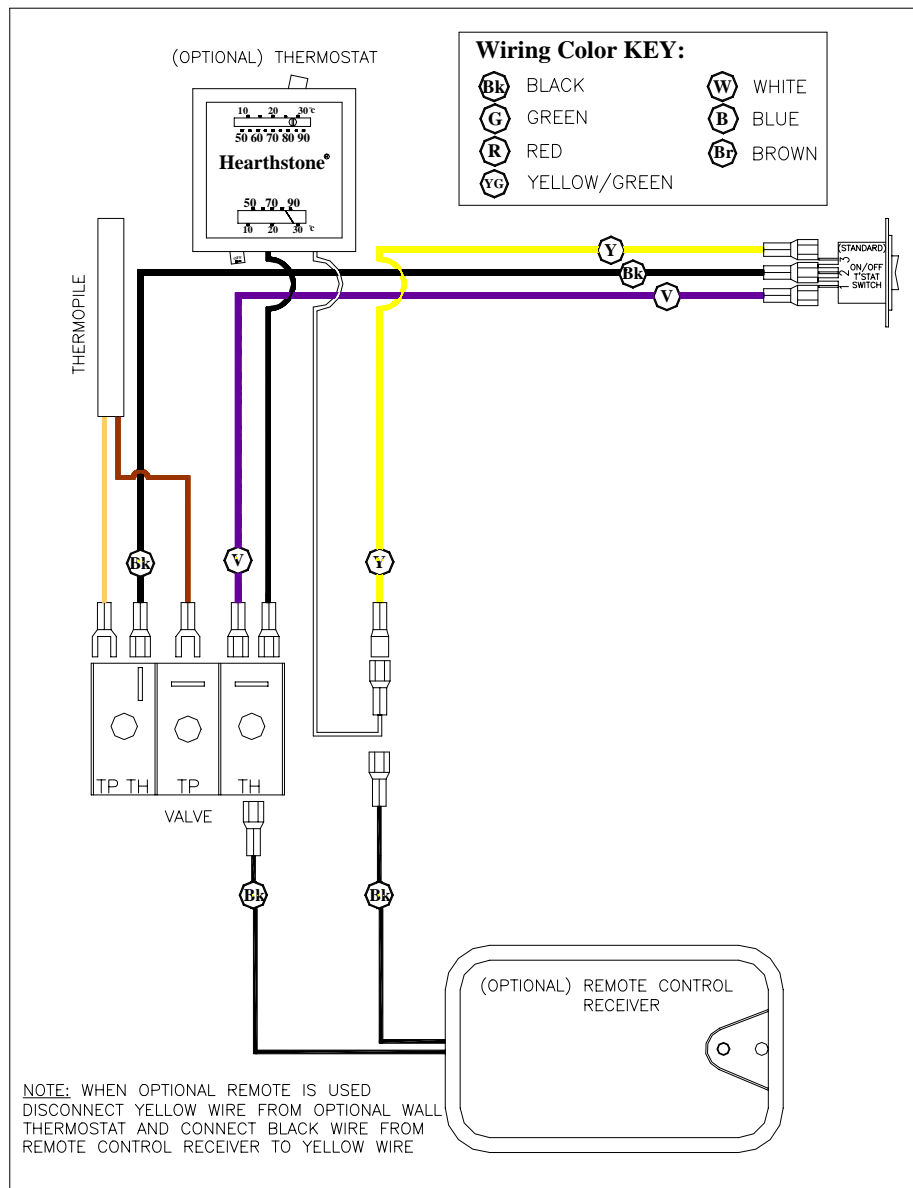

Figure 9 Wiring diagram
- CAUTION:** Label all wires prior to disconnection when servicing controls. Wiring errors can cause improper and dangerous operation. Verify proper operation after servicing. (*Attention: Au moment de l'entretien des commandes, étiquetez tous les fils avant le débranchement. Des erreurs de câblage peuvent entraîner un fonctionnement inadéquat et dangereux.*) The proper location of wire connections is shown in Figure 9.